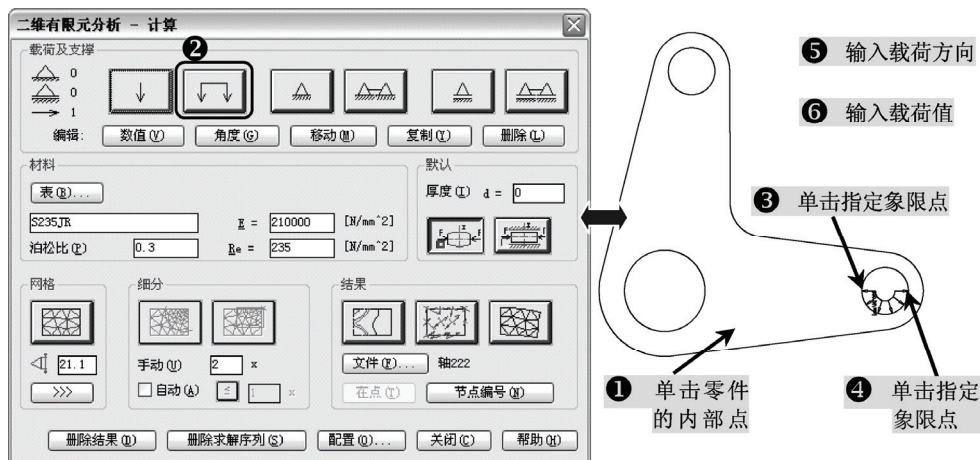

图 13-24 均布力操作
2) 执行“有限元分析”命令 (amfea2d), 指定零件的内部点, 弹出“二维有限元分析-计算”对话框。单击“均布力”工具按钮, 提示指定插入点, 指定右边小圆的左象限点 (可利用 QUA 命令), 提示指定端点, 指定右边小圆的右象限点, 提示指定端点的一侧, 输入“270” (竖直向下, 也可通过拖动鼠标指定方向), 提示“输入一个新值” (载荷值), 输入“800”, 返回“二维有限元分析-计算”对话框, 如图 13-24 所示。